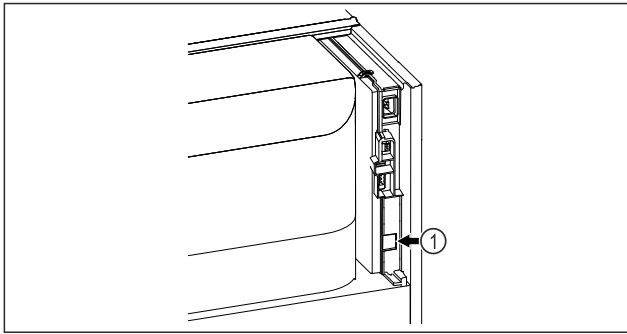

Fig. 179
- SmartModule Fig. 179 (1) este instalat.